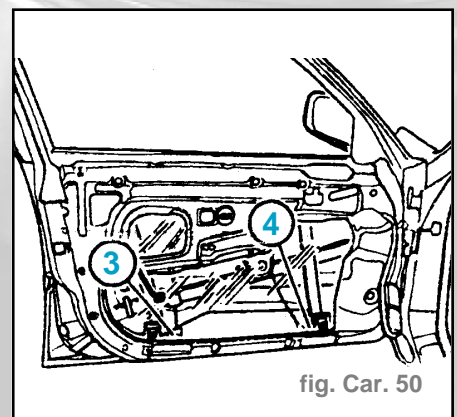

fig. Car. 50
- Serrer les vis (3) et (4) (fig. Car. 50).